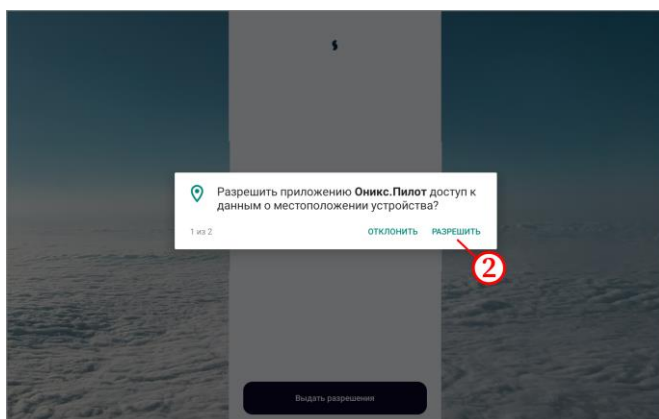

Рисунок 3
- разрешить доступ к данным о местоположении (рисунок 3, шаг 2);